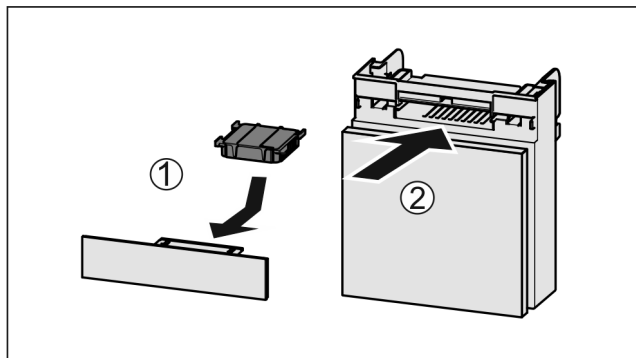

Fig. 73
- ▶ Поставете Fig. 73 (1) филтъра с активен въглен, както е показано на фигурата.
- ▶ Вкарайте Fig. 73 (2) отделението.